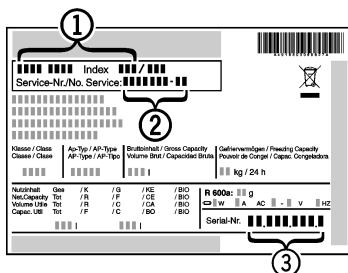

Fig. 13
- ▶ Назва пристрою Fig. 13 (1), сервісний номер Fig. 13 (2) та серійний номер Fig. 13 (3) вказані на таблиці типів. Табличка типів знаходиться всередині пристрою, зліва.
- ▶ Повідомте сервісну службу про характер неполадки, назву пристрою Fig. 13 (1), сервісний номер Fig. 13 (2) та серійний номер Fig. 13 (3).